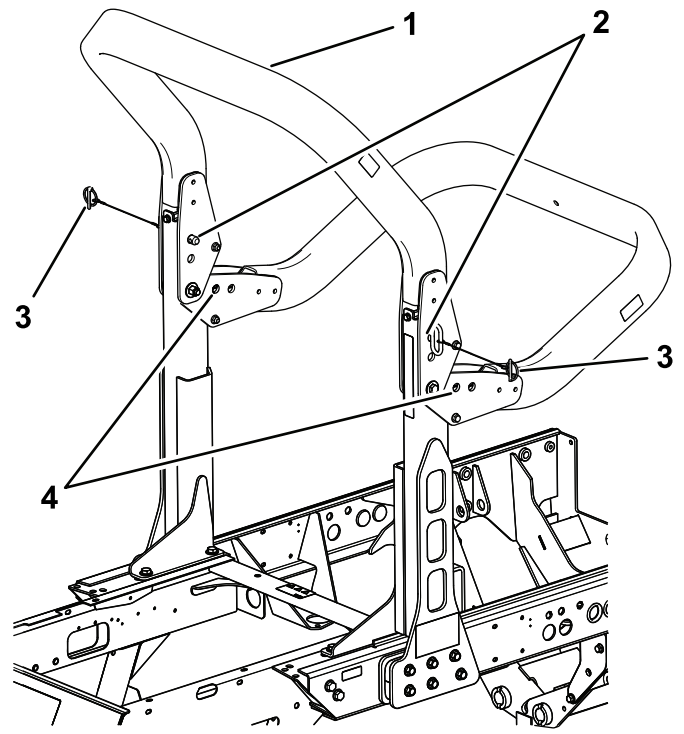

Bild 60
2. Stützen Sie das Gewicht des oberen Rahmens des Überrollbügels ab, während Sie die Rastzungen und Lastösenbolzen aus den Schwenkhalterung nehmen (**Bild 60**).